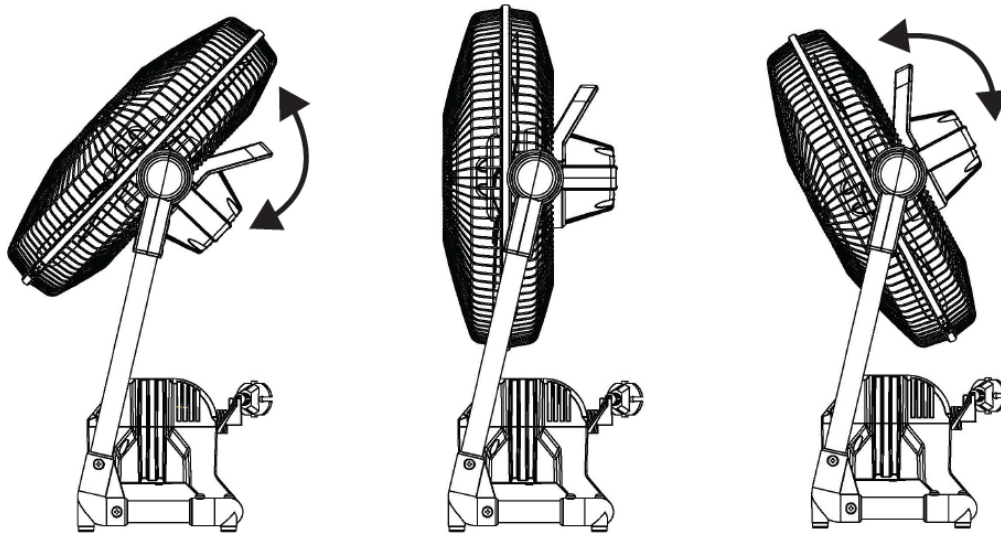

Fig. 3
- Pour régler l'angle du ventilateur verticalement, poussez ou tirez doucement la poignée du ventilateur. (Voir Fig 3)